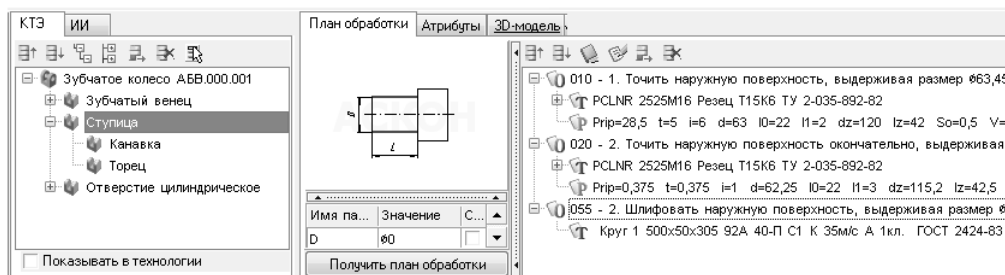

Рис. 8.9.
22. Установите курсор на элементе КТЭ *Ступица*. Перетащите на вкладку **План обработки** этого элемента последовательно переход 1 операции *010 Токарно-винторезная*, переход 2 операции *020 Токарно-винторезная* (рис. 8.9) и переход 2 операции *055 Круглошлифовальная*.